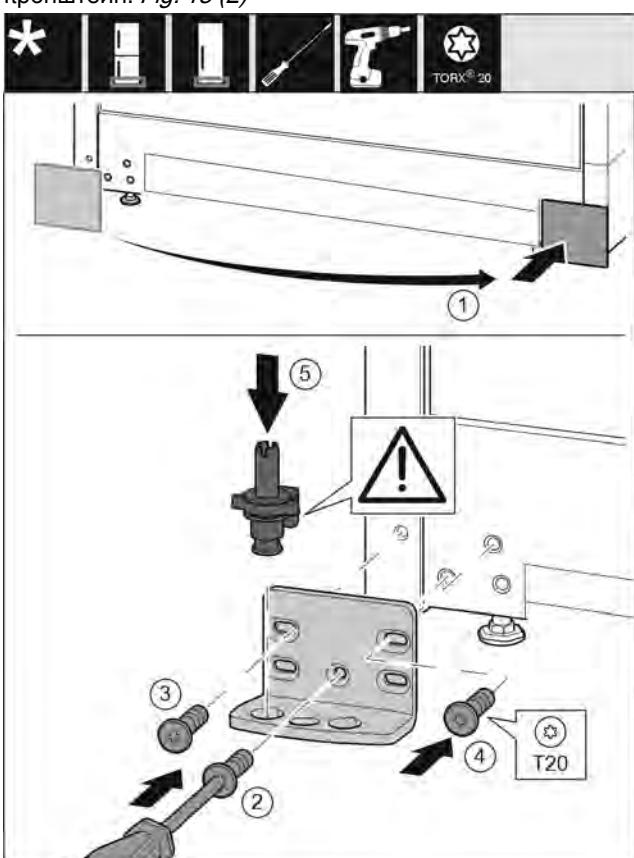

Fig. 16
- ▶ Снимите крышку и установите с другой стороны. Fig. 16 (1)
- ▶ Установите опорный кронштейн с другой стороны и прикрутите с помощью отвертки T20. Начинайте с винта 2 снизу в центре. Fig. 16 (2)
- ▶ Затяните винты 3 и 4. Fig. 16 (3,4)
- Установите опорный палец в сборе. При этом следите за тем, чтобы выступ фиксатора был направлен назад. Fig. 16 (5)